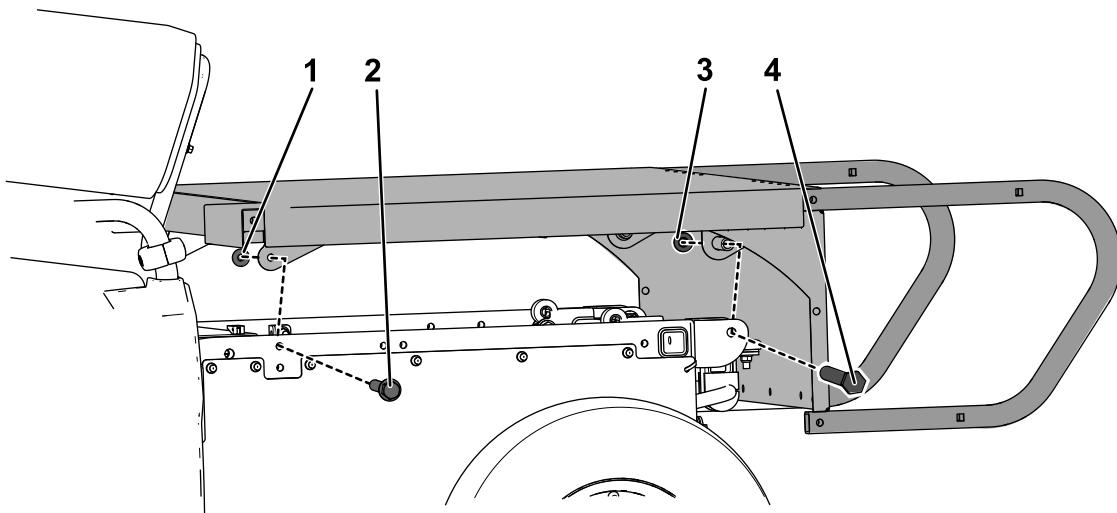

Figura 6
1. Instale a plataforma plana na estrutura da máquina utilizando dois parafusos da articulação ($\frac{1}{2}$ pol. x $4\frac{1}{2}$ pol.), duas porcas de bloqueio ($\frac{1}{2}$ pol.), dois parafusos de cabeça flangeada ($\frac{3}{8}$ pol. x $2\frac{1}{2}$ pol.) e 2 porcas ($\frac{3}{8}$ pol.) previamente removidas nos passos 5 e 7 de Remoção da plataforma de carga de plástico \(página 3\). Consulte Figura 6.